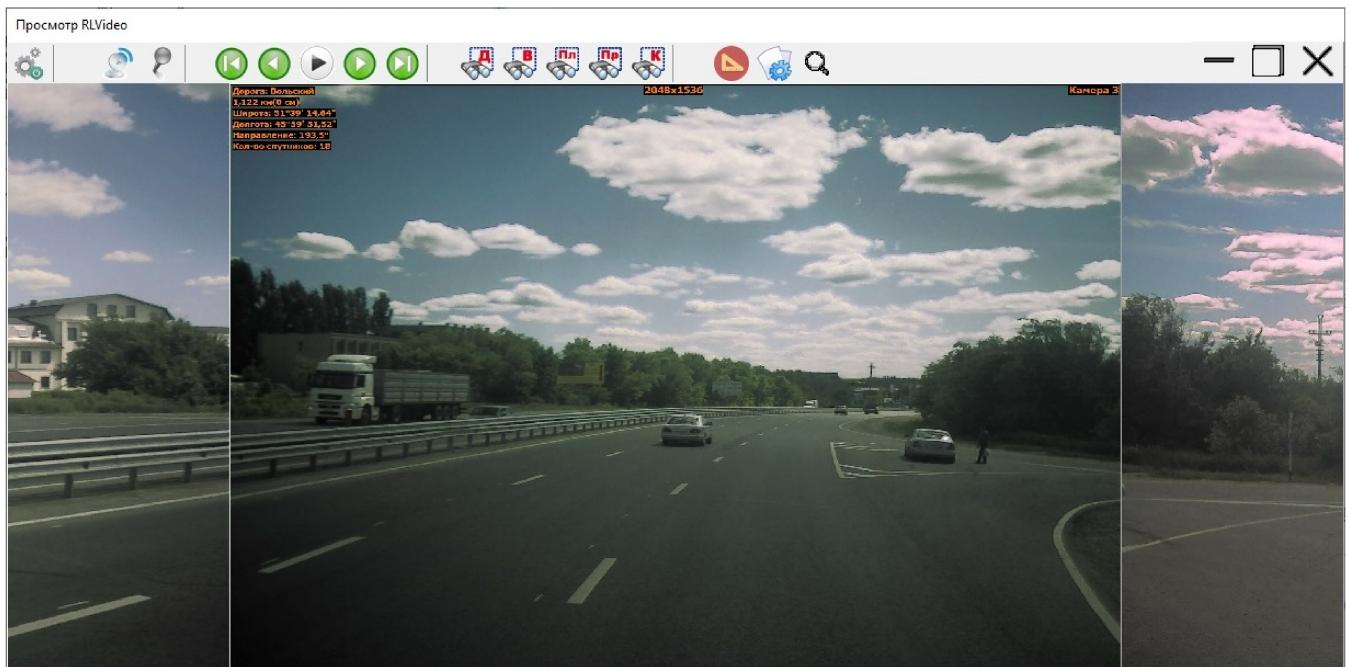

Рис. 93. Панель просмотра видеоданных.
- нажимаем «Сохранить», после чего программа проинформирует об успешности операции и в главном окне представит скорректированные данные (рис.93).